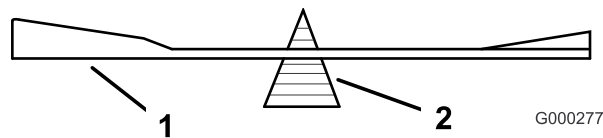

Figure 53
2. Vérifiez l'équilibre de la lame en la plaçant sur un équilibreur (Figure 53). Si la lame reste horizontale,
elle est équilibrée et peut être utilisée. Si la lame est déséquilibrée, limez un peu l'extrémité de la partie relevée seulement (Figure 53). Répétez la procédure jusqu'à ce que la lame soit équilibrée.
Important: Pour obtenir une coupe correcte, la partie relevée de la lame doit être tournée vers le haut et dirigée vers l'intérieur du plateau de coupe (Figure 53).
1. Posez la lame, le renfort, la rondelle bombée et le boulon de lame sur l'axe (Figure 53).